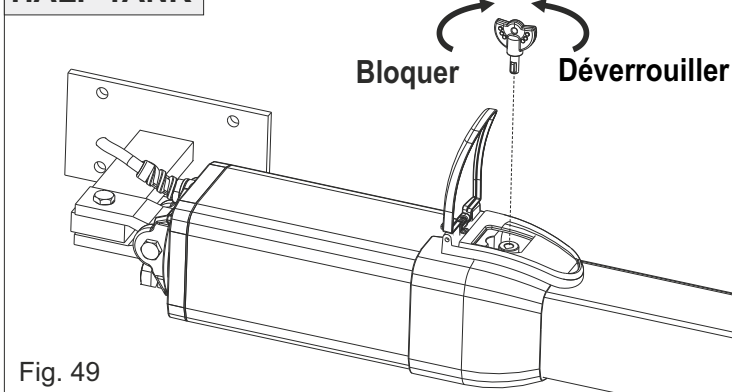
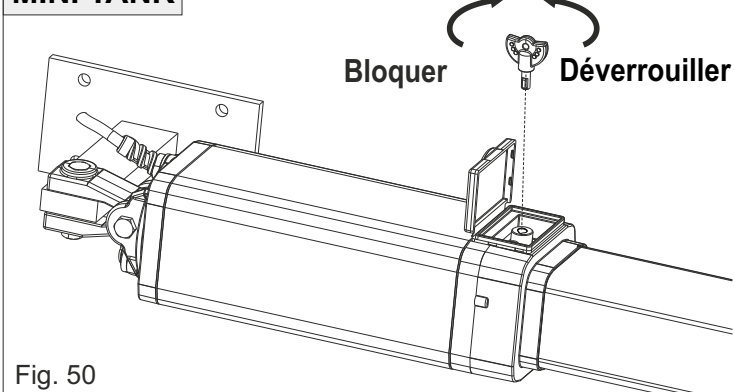

Fig. 49
Fig. 50
- 1) Déverrouiller l'opérateur (selon la procédure de déverrouillage en Fig. 49 et Fig. 50)
- 1) Déverrouiller l'opérateur (selon la procédure de déverrouillage des Fig. 49 et Fig. 50)
- Insérez la clé de déverrouillage spéciale et tournez-la de 180 degrés dans le sens inverse des aiguilles d'une montre (Fig. 49 et Fig. 50)
- Insérez la clé de déverrouillage spéciale et tournez-la dans le sens des aiguilles d'une montre jusqu'à la fermeture (Fig. 49 et Fig. 50)